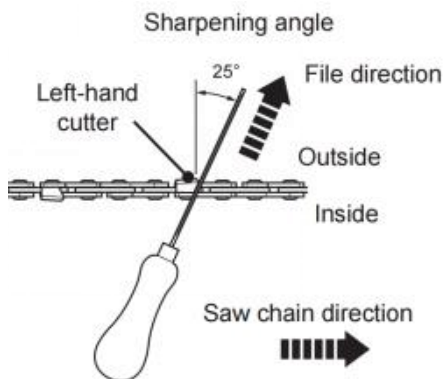

Fig. 74
5. Lime en un ángulo perpendicular a la barra y en un ángulo de 25° con respecto a la dirección de desplazamiento (Fig. 74).